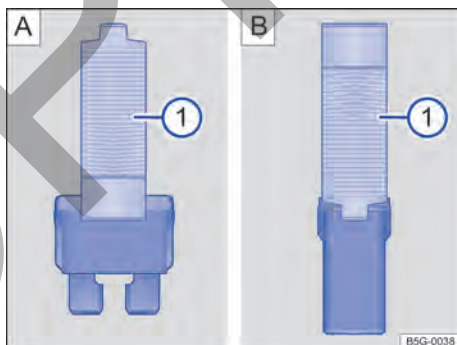

Fig. 177 Retirar o colocar el fusible con la pinza de plástico: [A] fusible plano, [B]: fusible de bloqueo.
- De ser necesario, retirar la pinza de plástico → fig. 177 ① de la cubierta de la caja de fusibles.
- De acuerdo con la versión del fusible, colocar las garras adecuadas del alicate plástico → fig. 177 [A] ① o → fig. 177 [B] ① de forma lateral en el fusible.
- Si el fusible está quemado, sustituir el fusible por uno nuevo de la *misma* intensidad de corriente (mismo color e inscripción) y del *mismo* tamaño → ①.